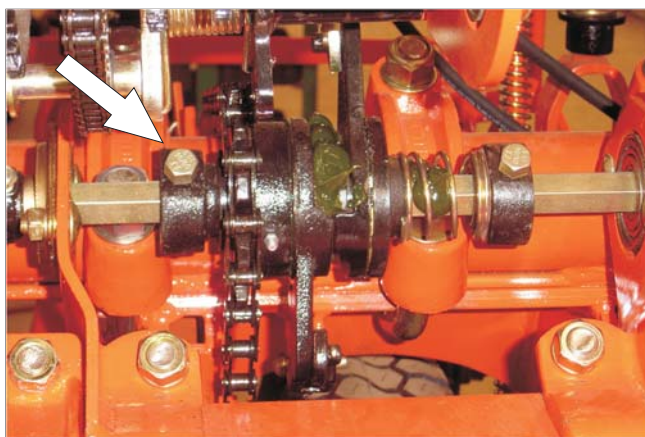

Fig. 35
1. Solte o o batente limitador da catraca. **Fig. 35**